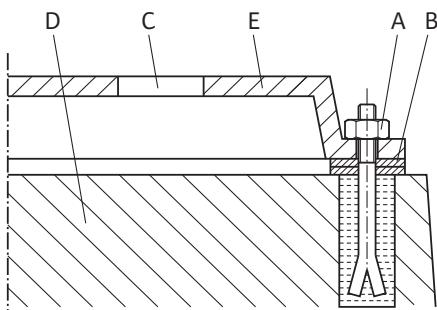

Fig. 15: Пример для резьбового крепления основания
**Пример для резьбового крепления основания (Fig. 15)**